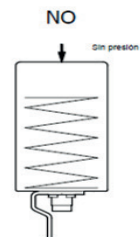

figura 2
La mariposa (3) y el indicador de posición (58) deben estar en posición abierta (ver figura 2).